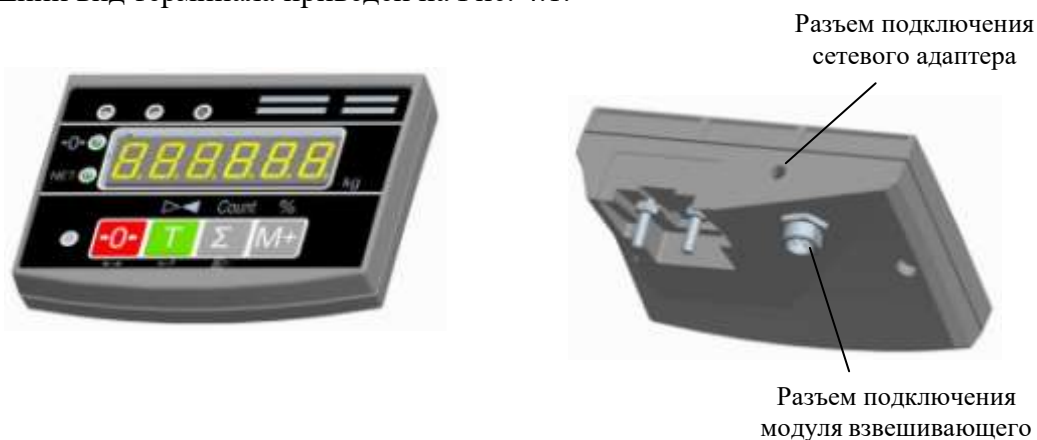

Рис. 4.1 - Терминал весовой А01/ТВ
4.1 Внешний вид терминала приведен на Рис. 4.1.